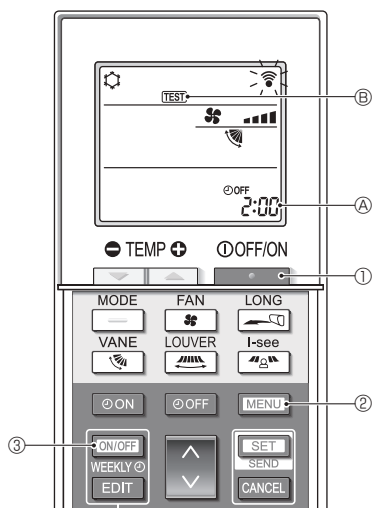

Fig. 7-5
■ Testkørsel (Fig. 7-5)
- Tryk på [TÆND/SLUK]-knappen ① for at stoppe klimaanlægget.
- Hvis ugetimeren er aktiveret (WEEKLY er slået til), skal du trykke på [ON/OFF WEEKLY] -knappen ③ for at deaktivere den (WEEKLY er slået fra).
- Tryk på [MENU]-knappen ② i 5 sekunder.
- Tryk på [MENU]-knappen ②.